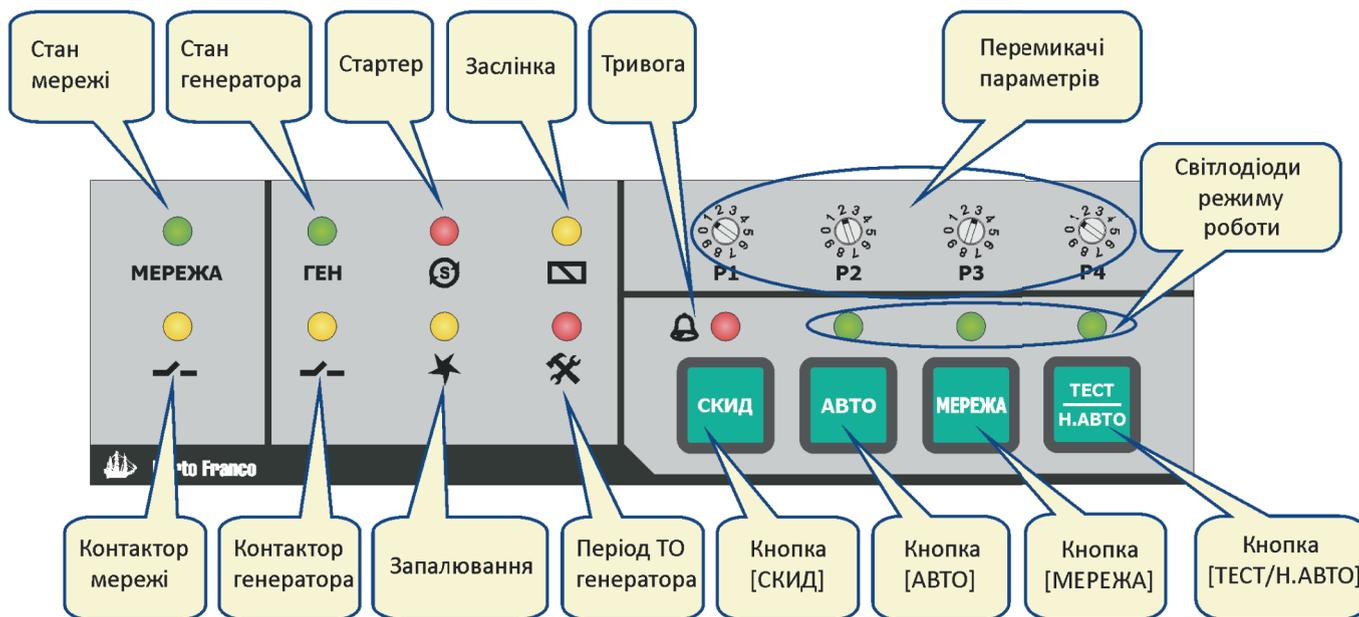

Рис. 5.3 – Елементи індикації та управління
На передній панелі контролера розташовані такі елементи індикації (рис. 5.3):
5.3.2 Три світлодіоди режиму роботи розташовані над відповідними кнопками вибору режиму (рис. 5.3). Поточний режим роботи контролера відображається зеленим світінням відповідного світлодіода. Блимання світлодіода над кнопкою [ТЕСТ/Н.АВТО] відображає режим «Тест» (п. 5.5.1.3), а безперервне світіння – режим «Напівавтомат» (п. 5.5.1.4).
5.4.1 На передній панелі контролера (рис. 5.3) розташовані такі елементи управління:
5.5.1 Вибір основних режимів «Авто», «Мережа» та додаткових – «Тест» або «Напівавтоматичний» здійснюється натисканням відповідної кнопки на передній панелі контролера (рис. 5.3).
5.6.1 Перемикачі параметрів (рис. 5.3) дозволяють налаштувати чотири параметри контролера, які представлені в таблиці 5.2. Відповідність положення перемикача значенню параметра наведено в таблицях 5.3 – 5.6.